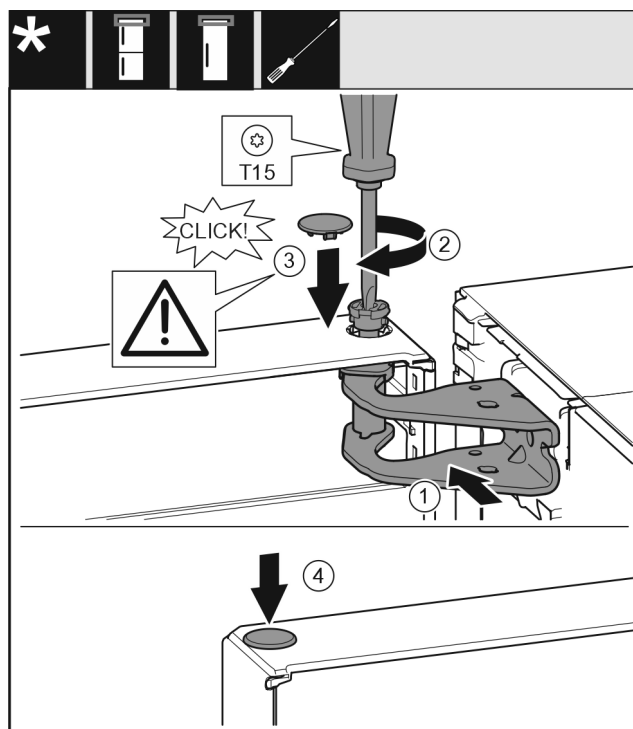

Fig. 17
- Выровняйте дверь вверх по отверстию в опорном кронштейне. Fig. 17 (1)
- ▶ Вставьте палец и затяните отверткой T15. Fig. 17 (2)
- ▶ Установите предохранительную крышку для защиты двери: Вставьте предохранительную крышку и проверьте, прилегает ли она к двери. В ином случае вставьте палец полностью. Fig. 17 (3)
- ▶ Вставьте заглушку. Fig. 17 (4)